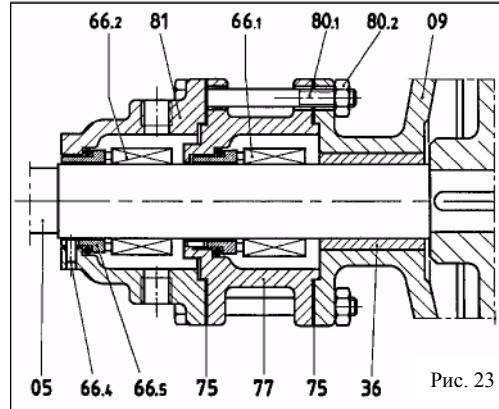
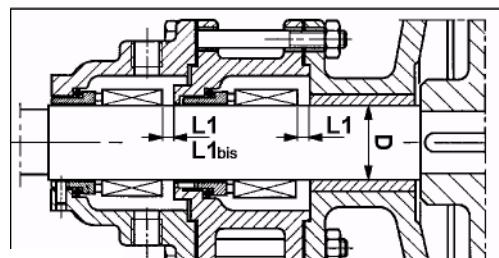

Рис. 23
Рис. 24
- Установите штифты (45) подшипниковых колец (14,15) (модели V25-2 и V30-2 не имеют штифтов).
12.6 Сборка двойного механического уплотнения ST7 (рис. 23)
- Установите заднюю крышку (09).
- Затяните стопорные винты уплотнительного кольца. Вращающееся кольцо механического уплотнения должно располагаться так, как показано на рис. 24.
Внимание: в таблице 24 указаны диаметр D вала и расстояние L между вращающимся кольцом (66.1) и задней крышкой (09), когда последняя еще не установлена на корпусе, а опирается на заднюю поверхность ротора (рис. 24).
- Установите неподвижное кольцо в корпус уплотнения (77).
- Установите корпус уплотнения на заднюю крышку и повторите указанные действия со вторым уплотнением (66.2) и корпусом уплотнения (81).
- Установите внешнее подшипниковое кольцо (14) и затяните винты корпуса уплотнения.
- Установите переднюю крышку (04) и отрегулируйте положение ротора как описано в параграфе 10.4.